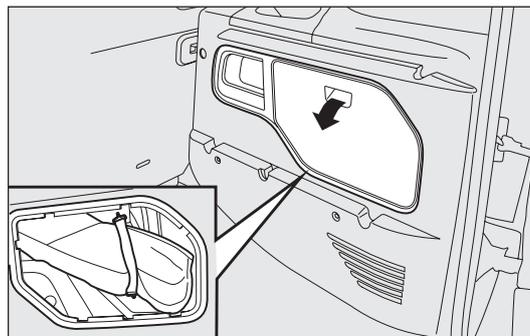

fig. 130
- para versiones Doblò/Doblò Combi fig. 130: abra las puertas traseras, en la parte derecha posterior del compartimento, retire la bolsa de herramientas desenganchando el elástico de la hebilla y póngala al lado de la rueda que se tiene que sustituir;